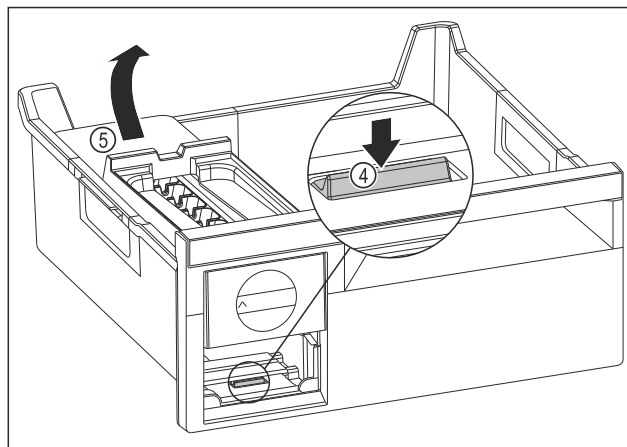

Fig. 141
- ▶ Wymywanie korpusu EasyTwist-Ice: Nacisnąć nakładkę Fig. 141 (4) palcem w dół i jednocześnie podnieść korpus EasyTwist-Ice Fig. 141 (5) od tyłu drugą ręką.